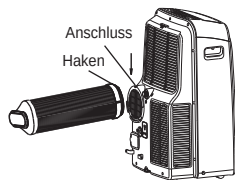

Abb.17
2. Schieben Sie den Abluftschlauch in Pfeilrichtung in die Abluftöffnung (Abb. 17).